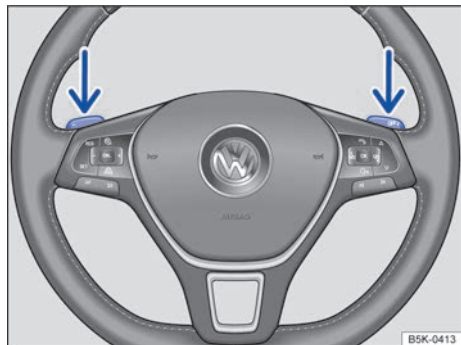

Fig. 106 Volante con levas de cambios para el Tiptronic.
- Tire de la leva derecha hacia el volante para cambiar a una marcha superior → fig. 106.